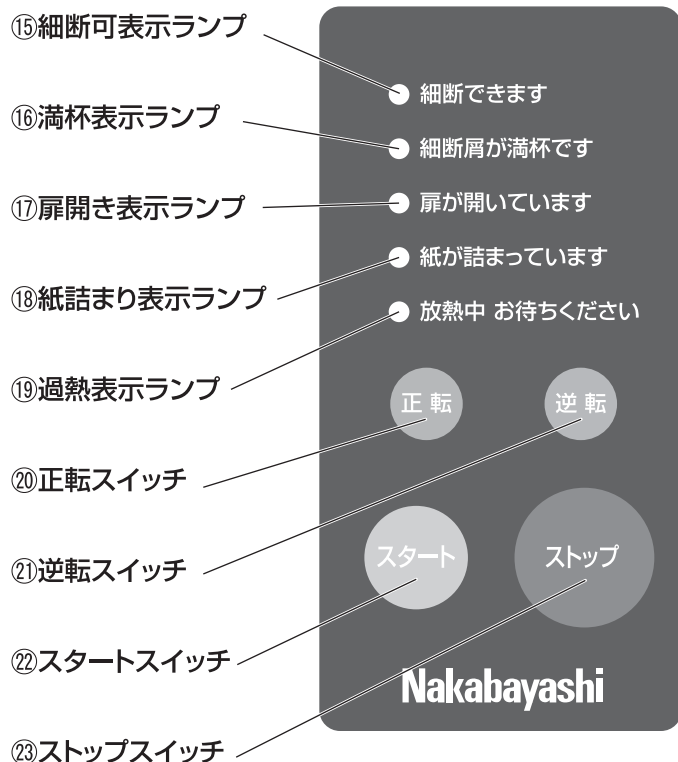

図2 操作パネル拡大図
…シュレツダを操作するスイッチ類があります。 図2参照
- 2.扉⑧を閉めてください。
- 3.スタートスイッチ⑳を押して、細断可表示ランプ⑮の点灯を確認してください。**P7 図2 参照**